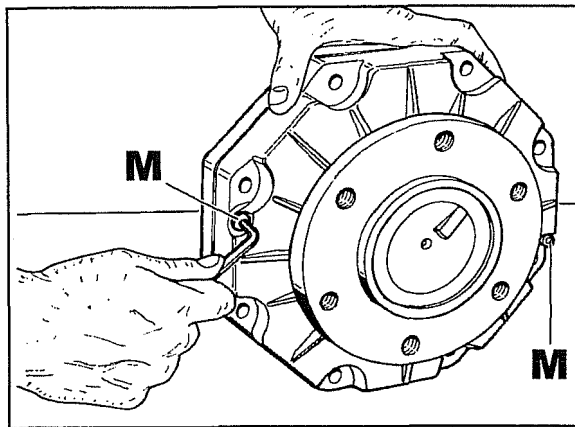
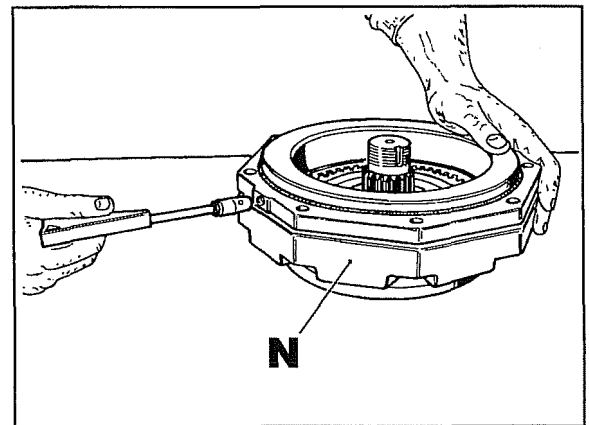

Abb. 24
Abb. 25
- 34 Die Bremsmasse auf den Kopf stellen und die Schrauben **M** Abb. 24 entfernen. Die Bremsmasse erneut auf den Kopf stellen und unter Verwendung eines Kompressors (vorsichtig) in die Zufuhrbohrung des Zylinders blasen, um ihn vom Flansch **N** zu trennen, wie in Abb. 25 gezeigt ist.